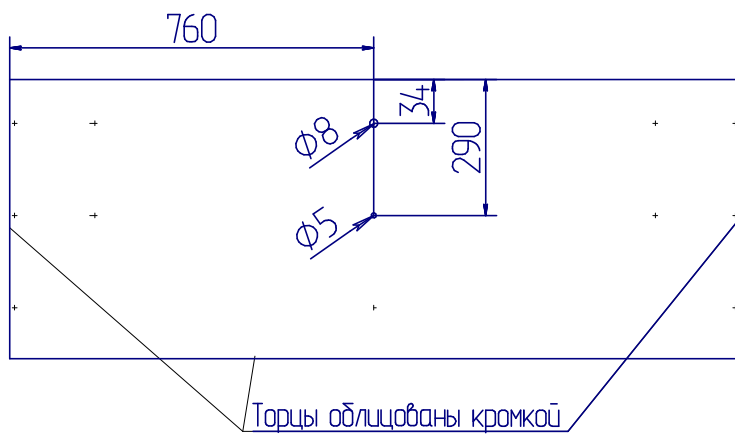

Рис.3
- №735 (рис.3), 2 сквозных отверстия сверлом $\Phi 8$ мм и $\Phi 5$ мм.